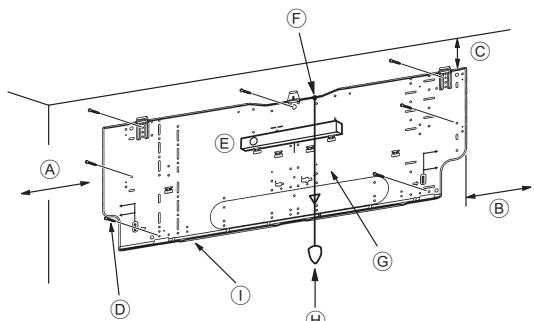
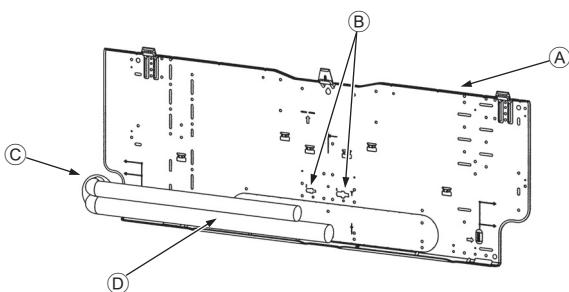

Fig. 3-4
Fig. 3-5
■ PKFY-P-VKM-E (Fig. 3-4)
- (A) Min. 120 mm (617,6 mm con pompa di drenaggio opzionale)
- (B) Min. 220 mm
- (C) Min. 70 mm (almeno 130 mm con tubazione sinistra, posteriore sinistra o posteriore inferiore sinistra e pompa di drenaggio opzionale)
- (D) Viti di fissaggio (4 x 25) ②
- (E) Livella
- (F) Far passare una corda attraverso il foro.
- (G) Collocare la livella contro la linea di riferimento orizzontale della piastra di montaggio e montarla in piano. Appendere un piombo alla corda e allinearla con il segno ▽ EPK della piastra di montaggio, in modo da eseguire la messa in piano.
- (H) Piombo
- (I) Piastra di montaggio ①
3.3. Inserimento dei tubi nella parete (Fig. 3-5)
- (A) Piastra di montaggio ①